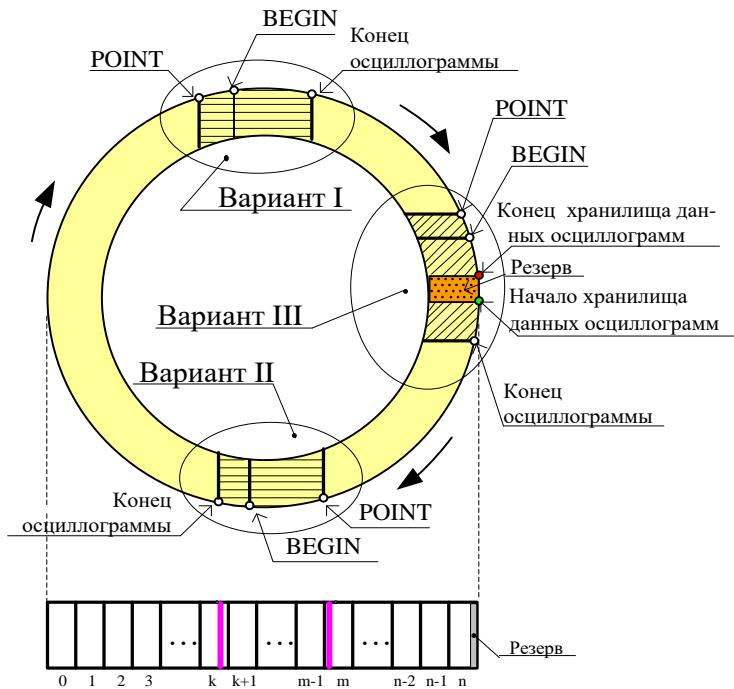

Рисунок 6.9
**Внимание!** Протокол связи «МР-СЕТЬ» обеспечивает считывание осциллограмм из массива данных в циклическом режиме (рисунок 6.9), при этом в зависимости от того, в какой сектор кольцевого цикла («Вариант I» или «Вариант II») попала искомая осциллограмма адрес аварии (BEGIN) может быть больше или меньше адреса начала блока текущей осциллограммы (POINT). При чтении осциллограммы область «Резерв» в массиве данных должна быть исключена.